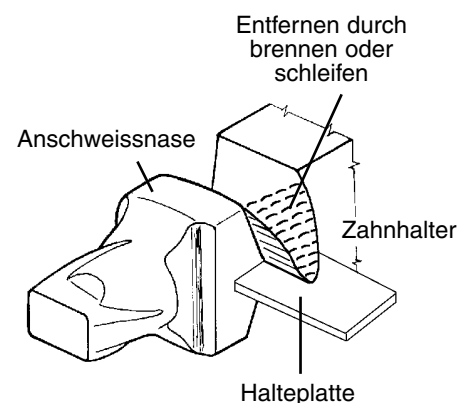

Bild.1
**4-1.** 3mm Abstand zwischen Anschweißnase und Zahnhalter einhalten (Bild 2). Halteplatten an beiden Seiten der Schweißstelle anschweißen um die Position der Nase zu fixieren (Bild 1). Stellen Sie eine 100%ige Durchdringung der beiden Teile mit dem Schweißgut sicher. Drehen Sie die Einheit. Schleifen Sie die erste Naht vorsichtig und schweißen sie eine zweite Naht auf.